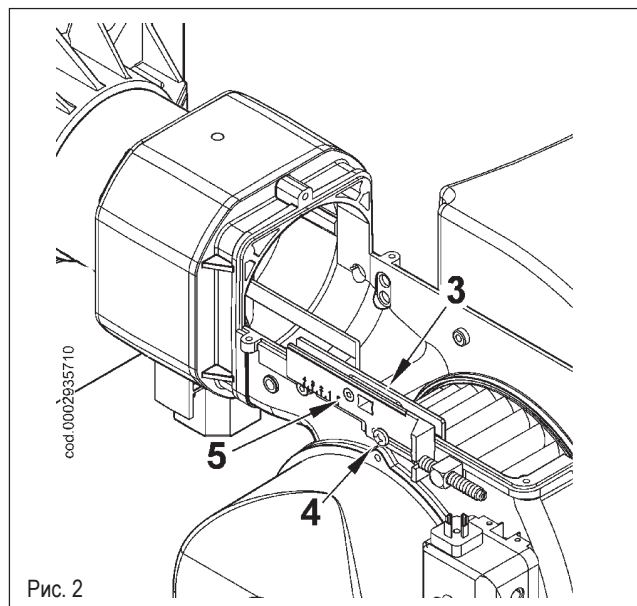

Рис. 2
- 2) Проверьте, чтобы подвижная пластина (3) была закреплена винтом (4). Это позволит после окончания технического обслуживания поместить узел смешения в то же положение, на которое он был ранее отрегулирован. Открутите винт (5), фиксирующий выдвижной шток узла к подвижной пластине (рисунок 2).